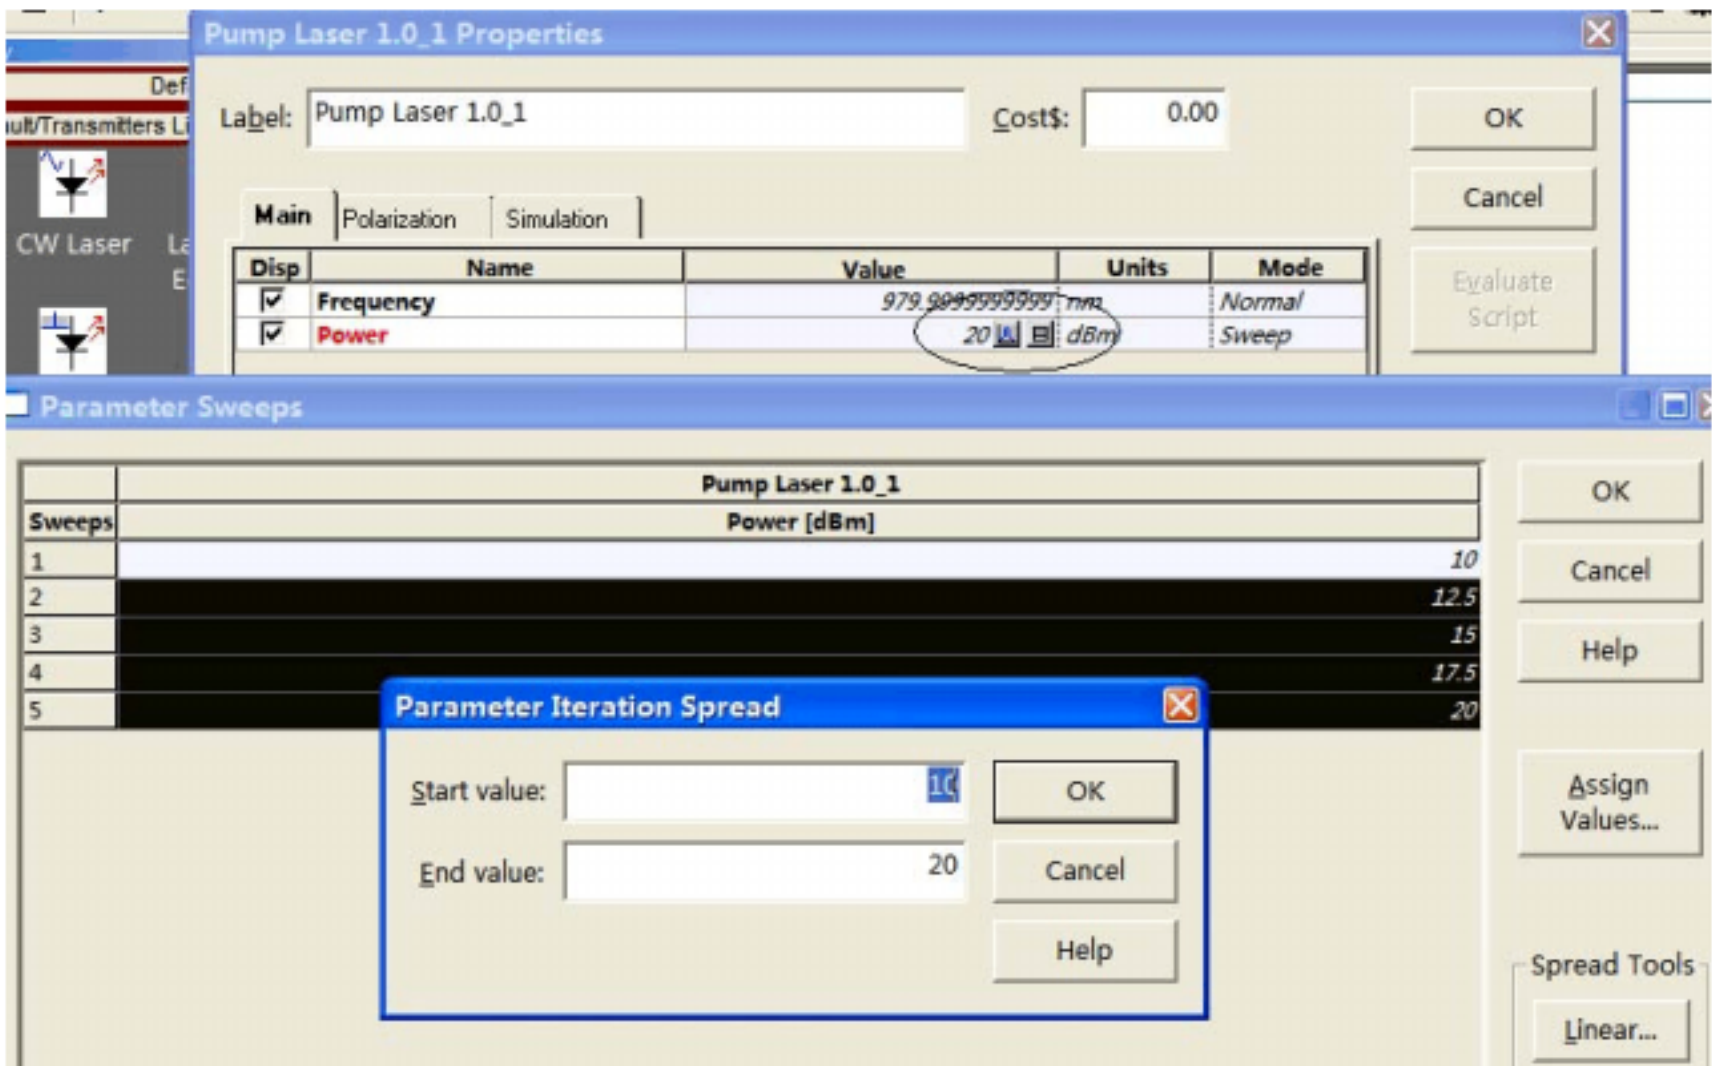

图 3.23 Sweep 参数设置
- 4 此时，Power 栏中的 Value 项出现两个新的图标，单击 ，会弹出一个要求输入扫描重复次数的窗口，这里选择 5 次，接着弹出扫描参数值设置窗口（图 3.23 中间的窗口），选中所有的 5 个扫描参数行，然后在 Spread Tools 中选择线性分布，根据提示输入起始值和终值即可，如图 3.23 所示；